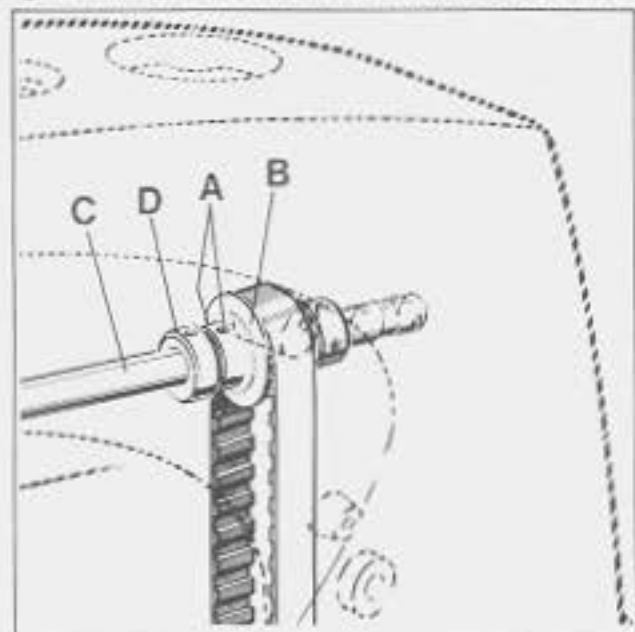

Fig.40
While rotating pulley in operating direction, the spreader should begin to move from its extreme left position to the right as the needle bar descends 0,8 to 1 mm (.032 to .040 in.) from top of stroke. Adjustment for timing the spreader travel can be made by loosening the two screws (A, Fig. 40) in the hub of sprocket (B), right inside the arm casting, advance or retard sprocket on shaft for spreader drive (C) as required. Thrust hub of sprocket against collar (D) when retightening screws (A).
Drehen Sie am Handrad in Nährichtung, der Leger soll beginnen sich aus seiner linken Endstellung nach rechts zu bewegen, wenn sich die Nadelstange von ihrer obersten Stellung etwa 0,8 bis 1 mm nach unten bewegt hat. Die Legerbewegung läßt sich nach Lösen der beiden Schrauben (A, Fig. 40) in der Nabe des Zahnriemenrades (B), rechts im Maschinenarm und entsprechendes vor- oder zurückdrehen des Zahnriemenrades auf der Welle für Legerantrieb (C) zeitlich abstimmen. Beachten Sie, daß die Nabe des Zahnriemenrads am Stollring (D) anliegt, wenn Sie die Schrauben (A) wieder anziehen.